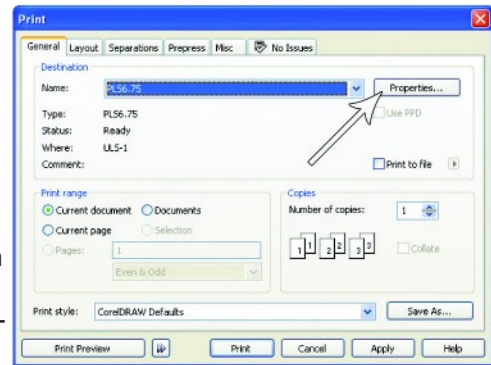
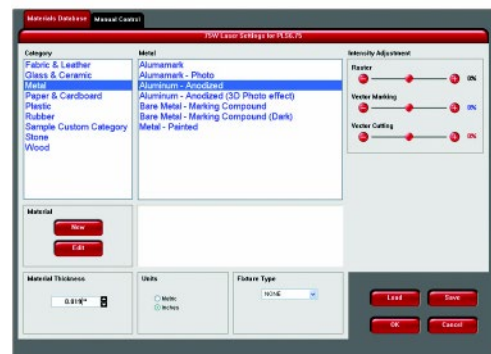

Abb. 4
Abb. 5
2. Wenn Sie die Datei zur Bearbeitung an das Lasersystem schicken möchten, klicken Sie auf DATEI und dann auf DRUCKEN. Vergewissern Sie sich, dass das Lasersystem in der Auswahlliste ZIELNAME aufscheint, und klicken Sie dann auf EIGENSCHAFTEN (Abb. 4), um die Druckertreiber-einstellungen des Lasersystems (Abb. 5) zu erhalten.
3. Wählen Sie das Material, das Sie bearbeiten möchten – in diesem Fall Metall sowie den Materialtyp (Eloxiertes Aluminium) – s. Abb. 5.
7. Das vorherige Fenster erscheint wieder. klicken Sie nun auf das Feld DRUCKEN (Abb. 4).